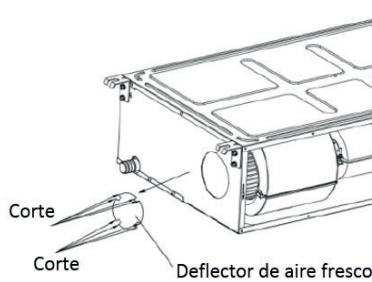

Fig.4.4.6
- (1) Si se necesita un conducto de aire fresco, retire el deflector de aire fresco como se muestra en Fig.4.4.6. Si no se necesita un conducto de aire fresco, bloquee la abertura en el deflector con una esponja.